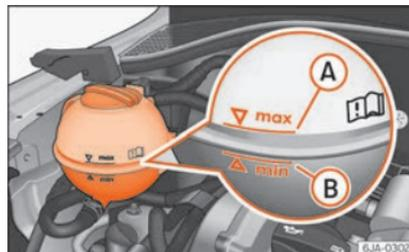

Fig. 245 Vano motore: serbatoio del liquido di raffreddamento.
- Controllare il livello del liquido di raffreddamento nell'apposito serbatoio » **fig. 245**. A motore freddo, il livello del liquido di raffreddamento deve trovarsi tra -B (min.)- e **A** (max.). A motore caldo, il livello può anche superare leggermente la tacca **A** (max.). »
- Porre un panno sullo sportellino del serbatoio di compensazione del liquido di raffreddamento »» fig. 245 e svitare il tappo facendo **attenzione**.
Non riempire il serbatoio del liquido di raffreddamento oltre la tacca  (max.) »» fig. 245! Il liquido di raffreddamento in eccesso, al riscaldarsi, viene espulso dall'impianto di raffreddamento attraverso la valvola di sovrappressione collocata sul tappo di chiusura del serbatoio di compensazione del liquido di raffreddamento.